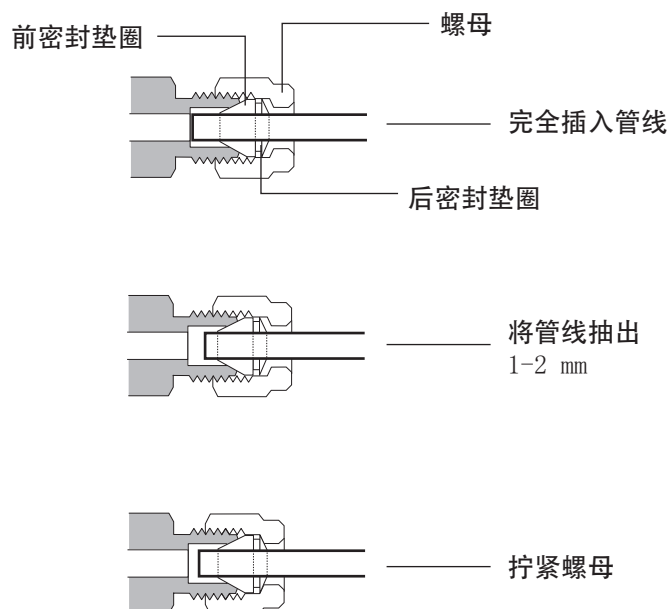

图 19 插入管线
- 5 将管线完全推入插头中，然后将其抽出大约 1 至 2 毫米（请参见图 19）。